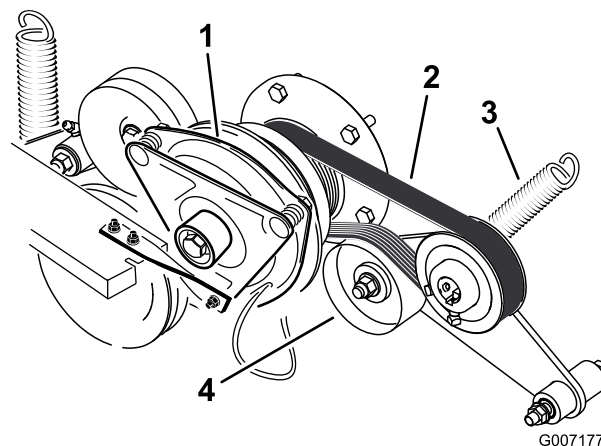

Figura 68
3. Retire el muelle del brazo de la polea tensora (Figura 68).
4. Instale la correa nueva alrededor de la polea del motor y de la bomba hidráulica (Figura 68).
6. Instale el muelle en el brazo tensor (Figura 68).